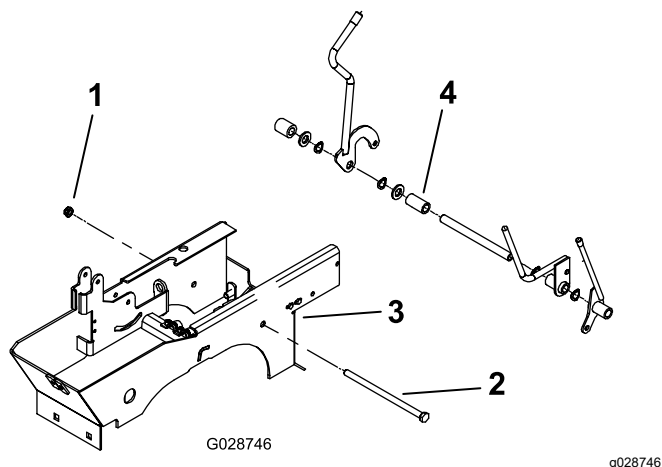

Figura 7
6. Retire la tuerca y el perno que fijan las palancas de la consola para elevar el soporte (Figura 7) y retire el conjunto de la palanca de la consola del soporte de la palanca.
7. Retire el espaciador (Figura 7) del conjunto e instale la nueva palanca de la TDF en el tubo de pivote.